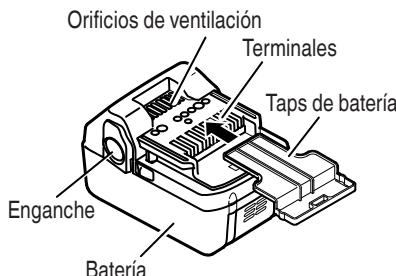

Fig. 1
- Instale el paquete de baterías en la herramienta eléctrica o almáscénelo presionando la tapa de baterías hasta que se oculten los orificios de ventilación para evitar cortacircuitos. (Ver Fig. 1)**